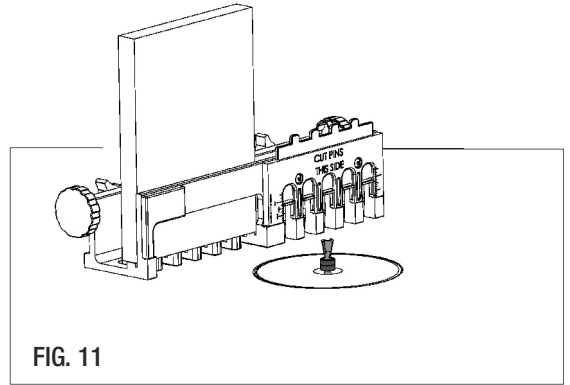

FIG. 11
6. Sujete la tabla a un banco con las abrazaderas o asegúrela con un tornillo de banco como se muestra (FIG. 10) o si está usando una mesa fresadora, asegúrese de que la cara que dice “Cut tails this side” (Cortar colas por este lado) quede de cara a la mesa fresadora (FIG. 11).